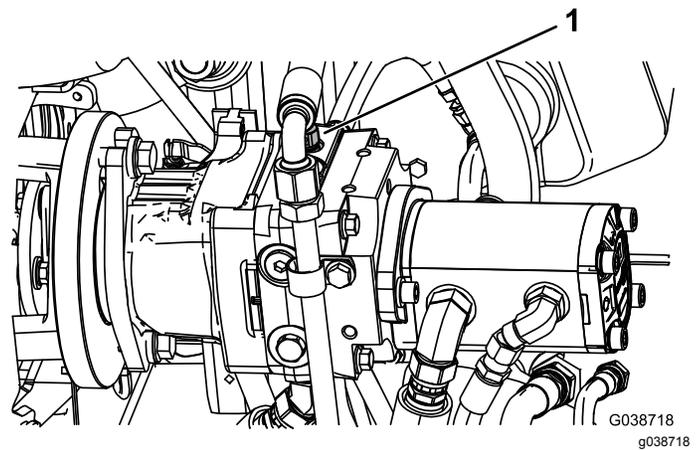

Figura 25
1. Localize a válvula de derivação na bomba e rode-a duas voltas completas no sentido contrário ao dos ponteiros do relógio (Figura 25).
2. Antes de pôr o motor em funcionamento, feche a válvula de derivação rodando-a duas voltas completas no sentido dos ponteiros do relógio (Figura 25).